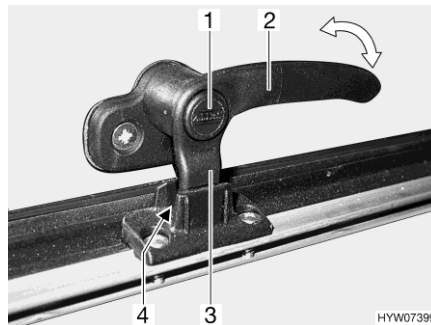
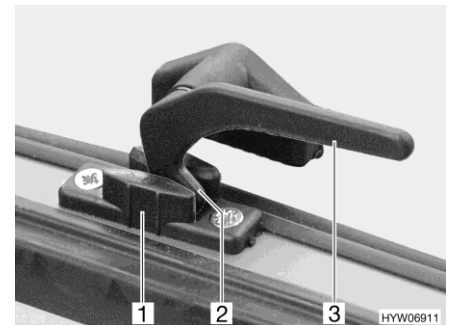

Bild 82 Låsarm med låsknapp i läget "kontinuerlig vädning"
Bild 83 Låsarm i läget "kontinuerlig vädning"
- I läget "kontinuerlig vädning" (Bild 82 och Bild 83)
- Tryck på låsknappen (Bild 82,1) om sådan finns och håll den nedtryckt.
- Sväng låsarman (Bild 82,2 eller Bild 83,3) ett kvarts varv mot fönstrets mitt.
- Vrid tillbaka låsarman. Därvid måste låsarmens låsspak (Bild 82,3 eller Bild 83,2) föras in i spåret på fönsterlåsen (Bild 82,4 eller Bild 83,1).
- Släpp låsknappen (Bild 82,1) om sådan finns.